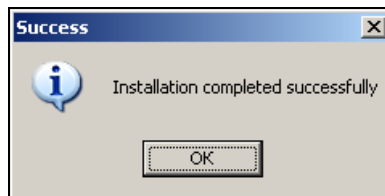

Рис. 3. Окно окончания этапа подготовки к установке
3. Программа установки произведёт необходимые действия, по окончании которых на экране появится окно «**Success**» (см. Рис. 3).